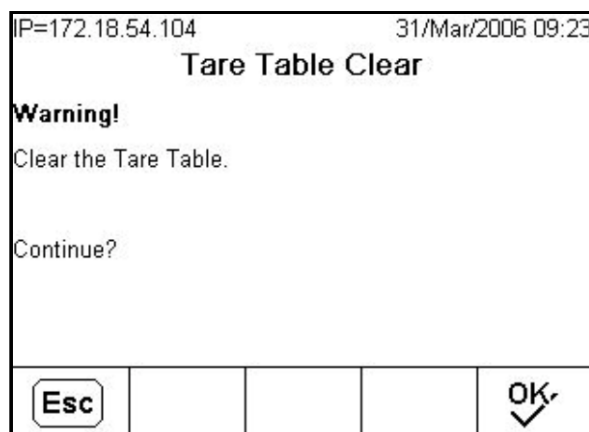

Figura C-15: Schermata di avviso di cancellazione della tabella tare
- Premere il soffkey CANCELLA **C** quando si visualizza la prima pagine delle impostazioni per la tabella in Impostazione in **Applicazione > Memoria > Tabella tara**. Viene visualizzata la schermata come in Figura C-15.